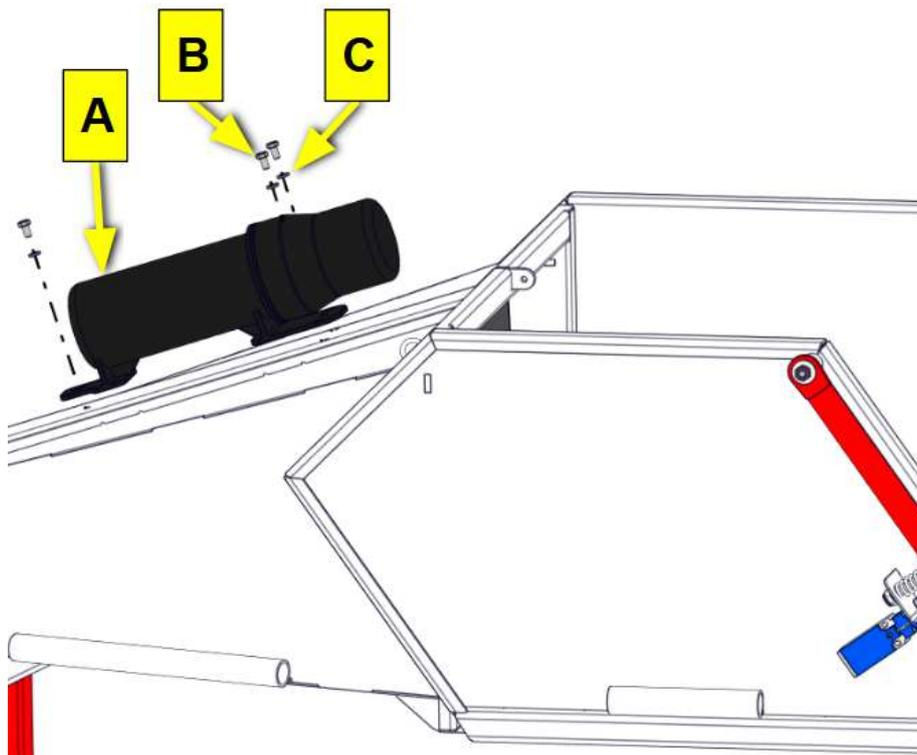

Рисунок 22. Встановлення інструментального тубуса
- Встановіть інструментальний тубус (A) та зафіксуйте його 3-ма болтами M6x12(B) з шайбами M6(C)(Рис.22);